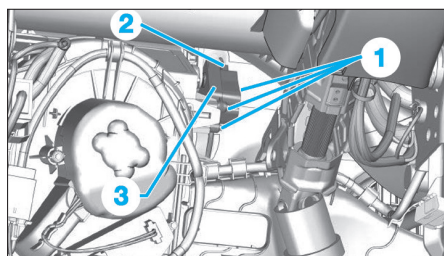

Fig. 38
- les vis (1) (Fig.38).
- Déconnecter le connecteur du motoréducteur (2).
- Déposer le motoréducteur (3).